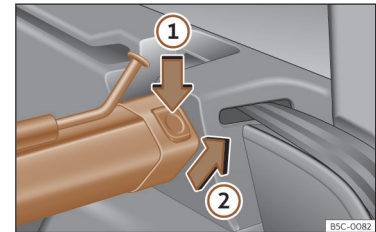

Fig. 133 În portbagaj: demontarea plasei de separare.
• Apăsăți clapeta de eliberare stânga sau dreapta»» fig. 133 în direcția indicată de săgeată ①.
• Scoateți caseta din suport în direcția indicată de săgeată»» fig. 133 ②.
• Apăsăți caseta în suporturile din dreapta și stânga în direcția opusă celei indicate de săgeată»» fig. 133 ②, până se fixează.